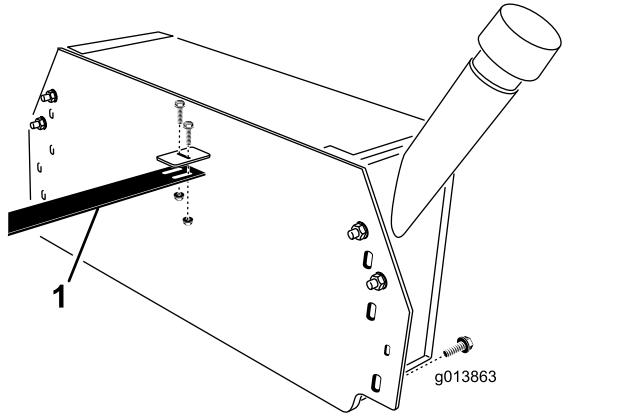

Рисунок 9
2. С помощью 2 болтов ($\frac{1}{4} \times \frac{3}{4}$ дюйма) и фланцевых контргаек прикрепите направляющую шланга к кронштейну на гидравлическом баке (Рисунок 9).